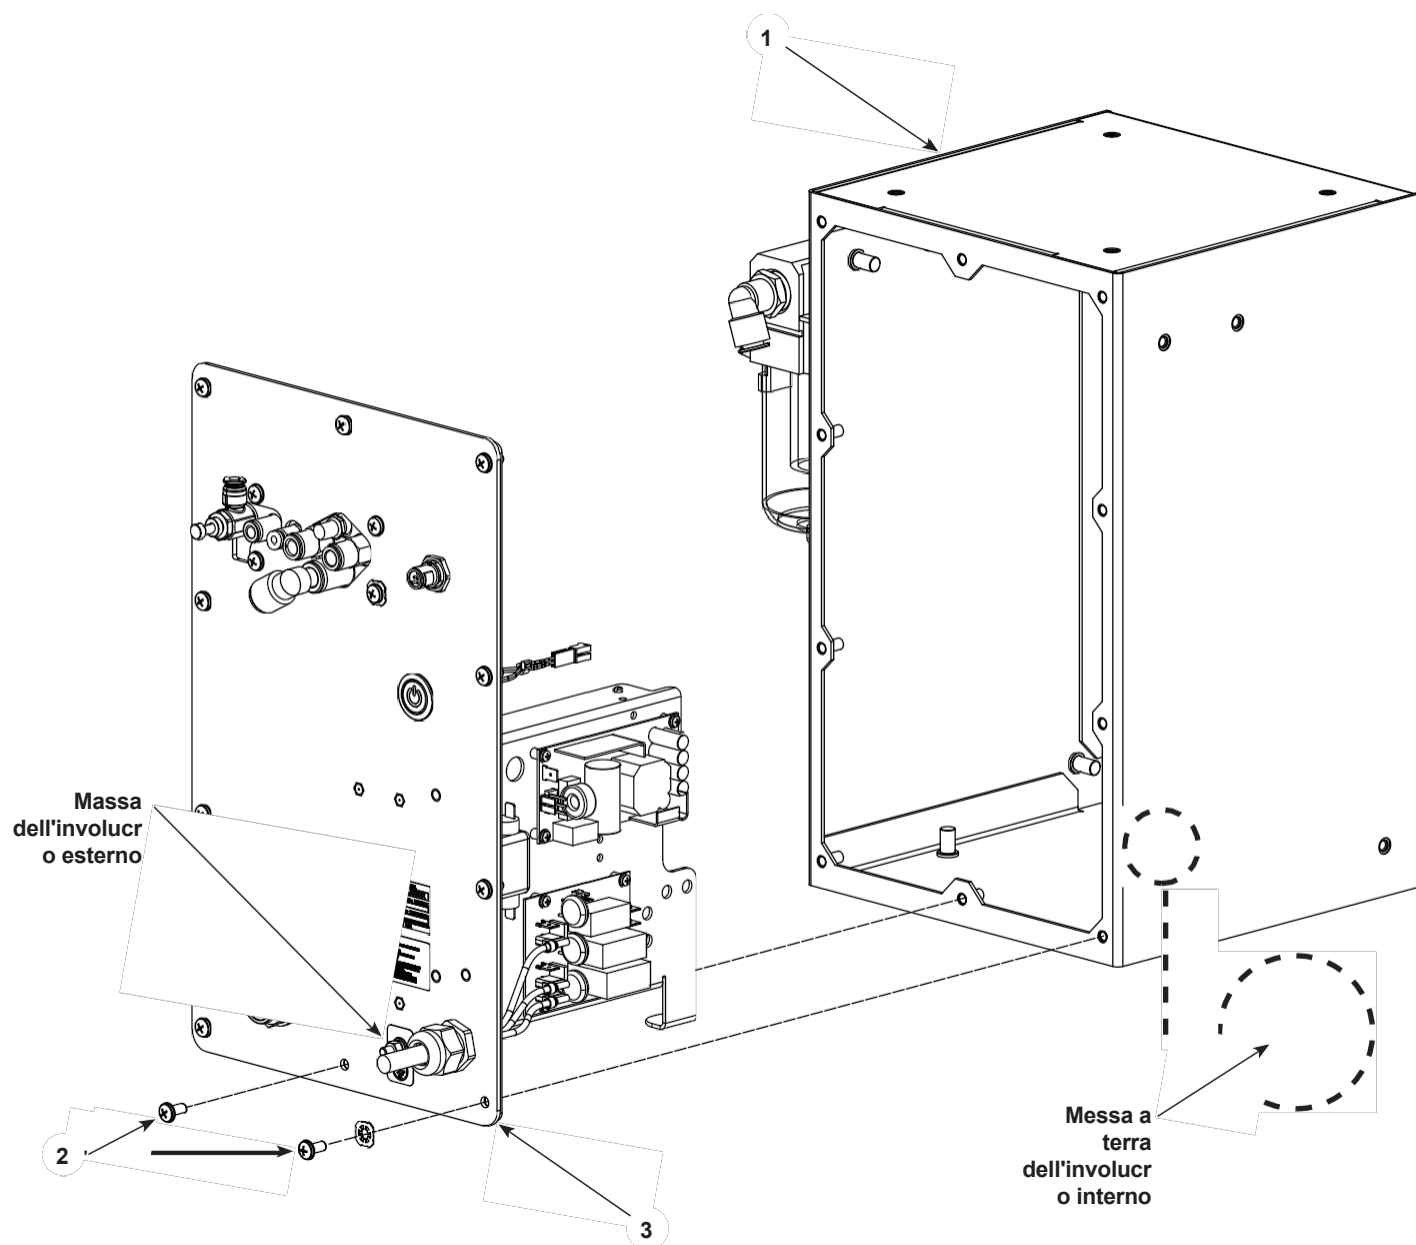

Figura 7-2 Rimozione del pannello
3. Vedere Figura 7-2. Rimuovere le dieci viti (2) che fissano il gruppo del pannello (3) all'involucro (1).